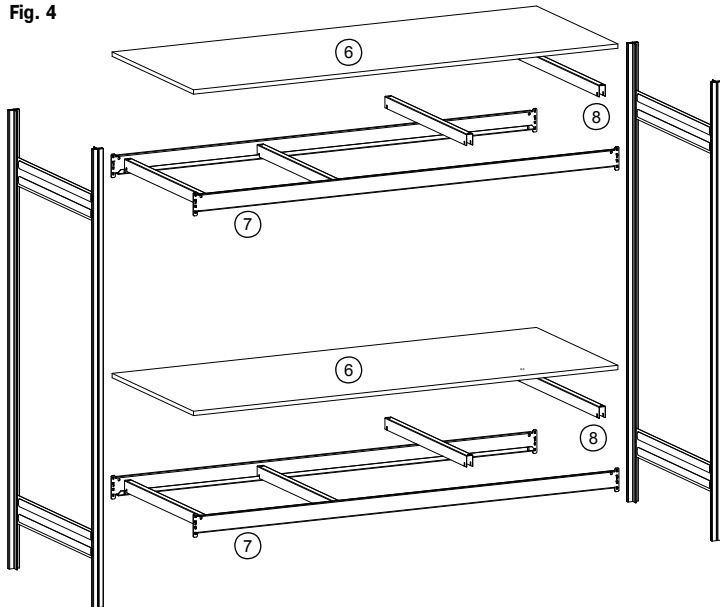

Fig. 5
(DK) Opstil to støtterammer med samme afstand som traverserne. Sæt reoltraverserne i parvist, og fastgør dem med sikringstapper (fig. 5).
(N) Sett opp støtterammen i tverrarm avstand. Tverrarmene for de store hyllene henges på parvis og festes med sikringspinner (Fig. 5).
(S) Ställ upp två stöddramar på traversavstånd. Häng in storfackstraverserna parvis och säkra dem med säkringsstift (bild 5).